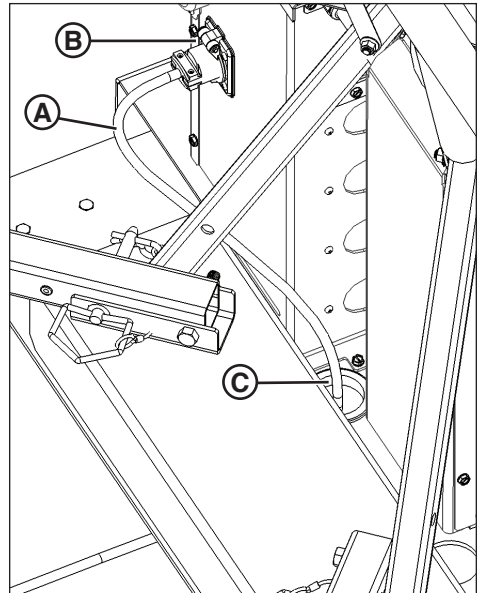

Figura 8
- Conecte un cable de alimentación para uso en exteriores y de servicio pesado (A, figura 8) del tomacorriente en el lado de la unidad (B) a una fuente de alimentación de CA de 120 voltios. Consulte la sección **Especificaciones**.